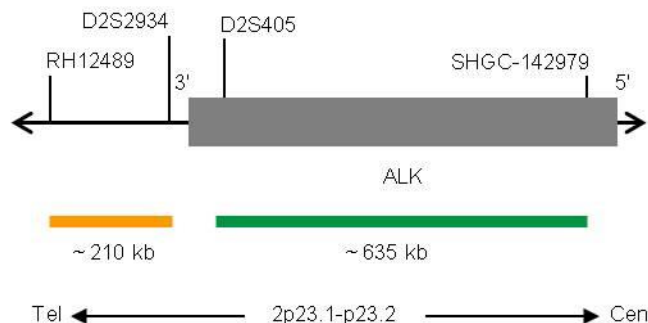

Fig. 1: SPEC ALK Mapa da sonda (sem escala)
- Polinucleótidos (~10 ng/μl) com marcação ZyGreen (excitação 503 nm/emissão 528 nm), dirigidos ao mapeamento de sequências alvo em 2p23.1-p23.2* (chr2:29,460,144-30,095,822) proximais à região de quebra do ALK (ver Fig. 1)
- Polinucleótidos (~4.5 ng/μl) com marcação ZyOrange (excitação 547 nm/emissão 572 nm), dirigidos ao mapeamento de sequências alvo em 2p23.2* (chr2:29,174,204-29,383,335) distais à região de quebra do ALK (ver Fig. 1).